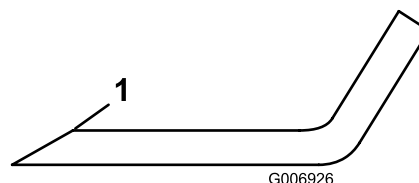

Figura 98
ranhuras. Afie apenas a zona superior da parte cortante e mantenha o ângulo de corte original para garantir que está afiada (Figura 98).
6. Se apresentar sinais de desgaste ou ranhuras, afie apenas a zona superior da parte cortante enquanto mantém o ângulo de corte original (Figura 98).